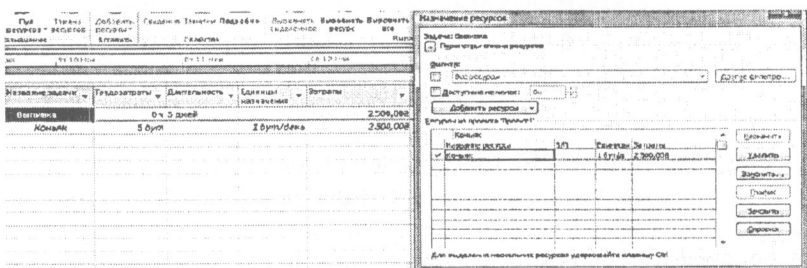

Рис. 39. Витрати матеріального ресурсу на годину
- *витрати на годину (день, місяць, рік)* – витрати матеріалу в одиницю тривалості операції, тобто при змінній тривалості операції підсумкова кількість матеріалу буде прямо пропорційно змінюватися (рис. 39).